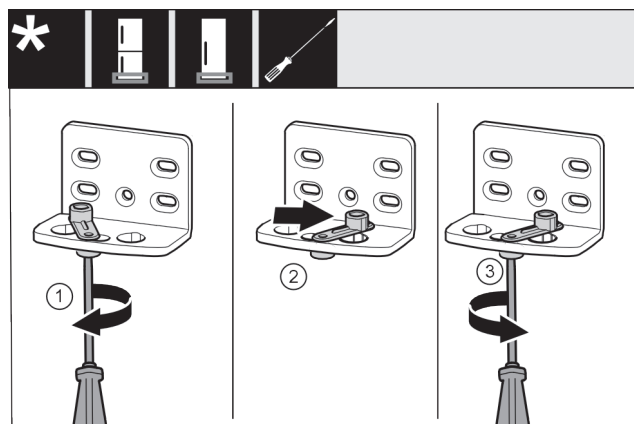

Fig. 46 *
- Šroubovákem volně přišroubujte šroub Fig. 46 (1).*
- Zvedněte pomůcku zavírání dveří Fig. 46 (2) a v otvoru ji otočte o 90° doprava.*
- Šroubovákem šroub Fig. 46 (3) pevně utáhněte.*